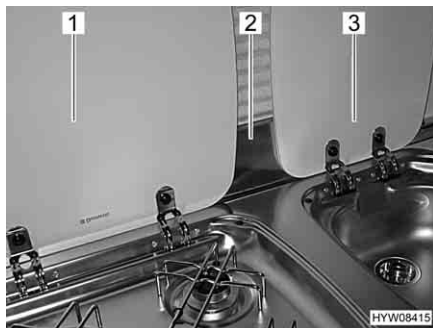

Fig. 9 Lastra proteggifiamma e coperture
- Rimuovere la lastra proteggifiamma (Fig. 9,2) e stivarla in modo sicuro.
- Chiudere le coperture del lavandino (Fig. 9,3) e del fornello a gas (Fig. 9,1).